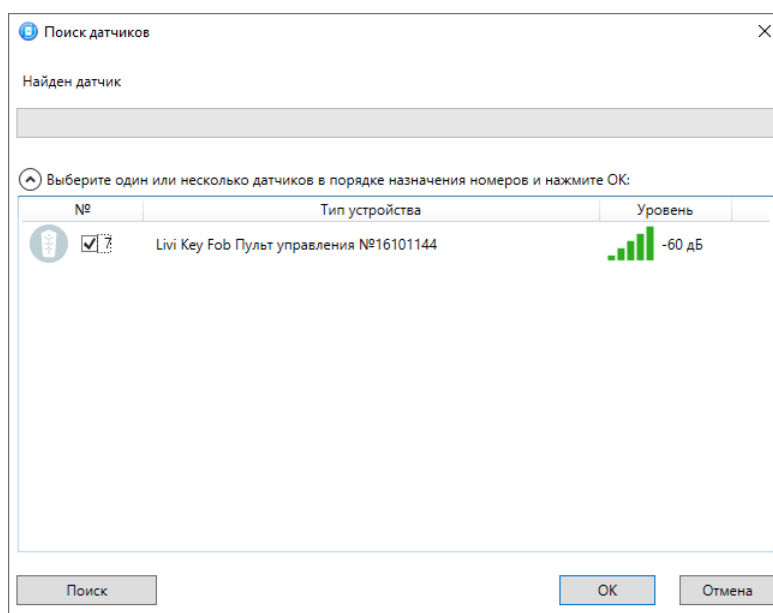

Рисунок 7.6 — Найденные радиоустройства
- В следующем окне (см. рисунок 7.6) отобразится список радиоустройств, доступных для связывания в радиусе действия радиоканала. Если подключаемого радиоустройства нет в списке, повторно переведите его в режим связывания.